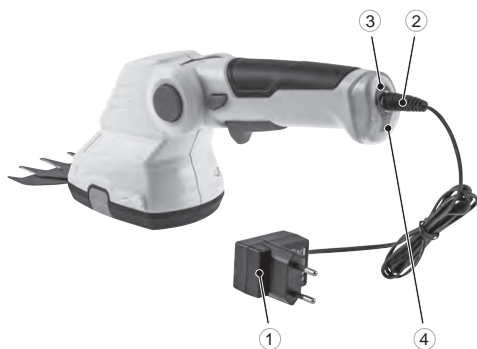

рис. 2
1. Возьмите зарядное устройство. Убедитесь, что указанное на зарядном устройстве значение напряжения сети соответствует напряжению в вашей бытовой сети. Вставьте зарядное устройство (1) в штепсельную розетку (рис. 2).
2. Подключите штекер зарядного устройства (2) к разьему аккумуляторных ножниц-кустореза (3) (рис. 2). Светодиод (4) загорится красным, это означает, что идет процесс зарядки. Примечание: кнопка запуска не работает в процессе зарядки.
3. Когда аккумулятор полностью зарядится, светодиод (4) потухнет. Максимальное время зарядки аккумулятора составляет около 5 часов (при его полной разрядке).